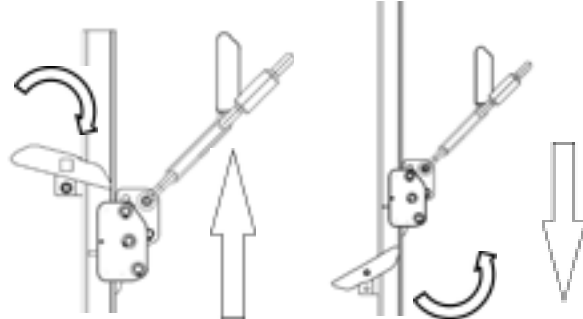

Abb. 18 Ausstieg aus der Steigschutzschiene
1. Aus gesicherter Position den Sicherungsläufer am Schäkel (1) und am Grundkörper (2) halten und den Hebel der Endanschlüsse entgegen der Wirkrichtung schwenken (Abb. 18), damit der Sicherungsläufer die Position der Endanschlüsse überfahren und aus der Steigschutzschiene geführt werden kann.